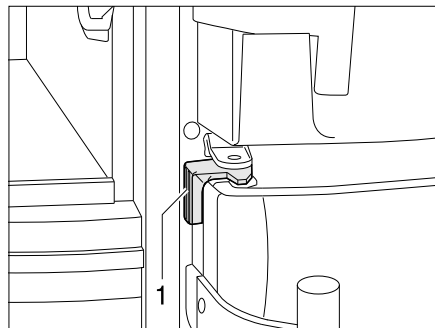

Bild 142 Kühlschranktür in Betriebsstellung
- Verriegelung (Bild 142,1) nach außen drehen.